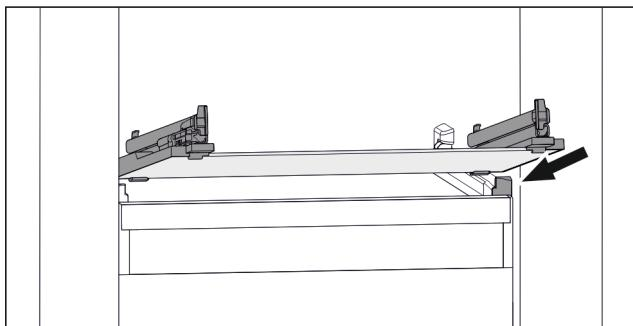

Fig. 98 Primjerni prikaz staklene ploče
- Stavite ladicu ukoso iza zaustavljača. (pogledajte Fig. 98)